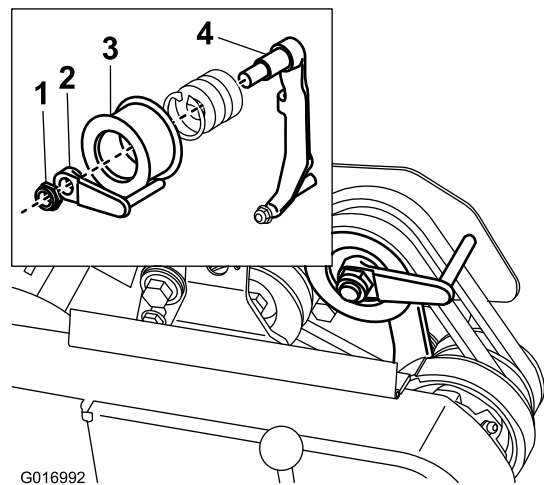

Figura 40
8. Para empurrar ou puxar mais facilmente a máquina sem ligar o motor, ajuste o guia da correia (Figura 40, em destaque) da seguinte forma: